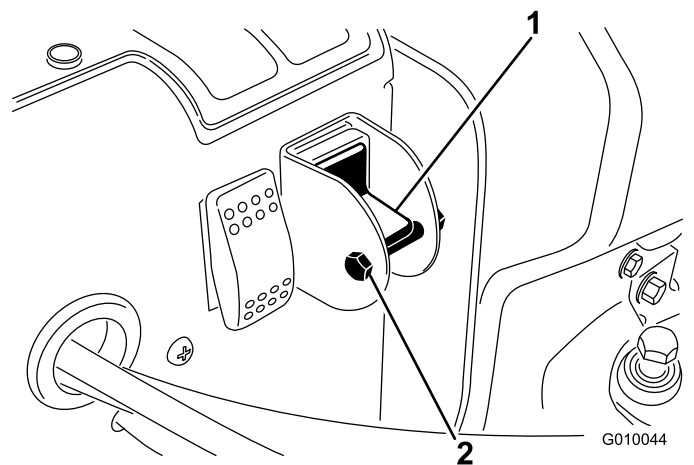

Bild 23
4. Entfernen Sie die Arretierschraube und die Mutter vom Auswahlschalter (**Bild 23**).